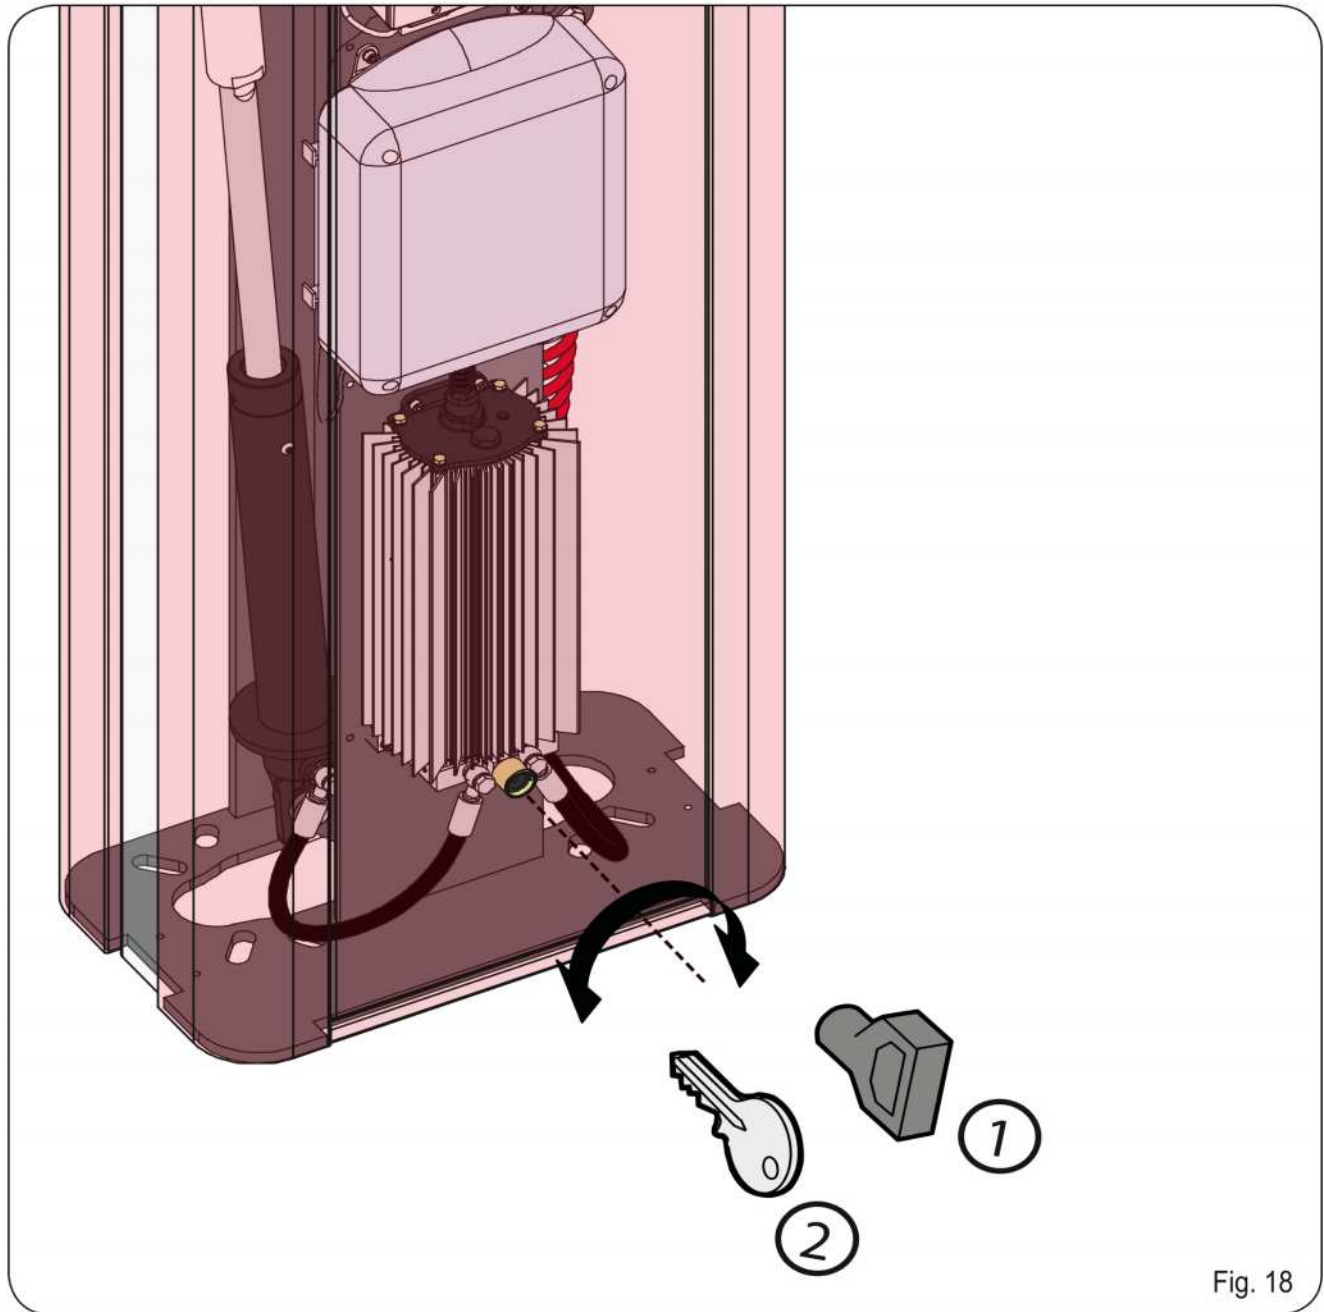

Fig. 18
La clé de déverrouillage fournie peut être triangulaire (Fig. 18, réf. ①) ou personnalisée (Fig. 18, réf. ② en option).
- Introduire la clé de déverrouillage dans la serrure et tourner la clé à fond en **sens inverse horaire** d'après la Fig. 18.
- tourner la clé **en sens horaire** jusqu'à l'arrêt et l'extraire (Fig. 18, réf. ①).
- tourner la clé **en sens horaire** jusqu'au point où l'extraction est possible. (Fig. 18, réf. ②).
Der mitgelieferte Entriegelungsschlüssel kann dreieckig (Abb. 18 Bez. ①) oder individuell gestaltet sein (Abb. 18 Bez. ② – optional).
- Den Entriegelungsschlüssel in das Schloss einstecken und **gegen den Uhrzeigersinn** bis zum Anschlag drehen (siehe Abb. 18).
- Den Schlüssel bis zum Anschlag **im Uhrzeigersinn** drehen und abziehen (Abb. 18 Bez. ①).
- Den Schlüssel bis zum Anschlag **im Uhrzeigersinn** so weit drehen, bis er abgezogen werden kann (Abb. 18 Bez. ②).
La llave de desbloqueo entregada en dotación puede ser triangular (Fig. 18, ref. ①) o personalizada (Fig. 18 ref. ② opcional).
- Inserte la llave de desbloqueo en la cerradura y gire la llave en sentido antihorario hasta el tope, como en la Fig. 18
- gire la llave en sentido horario hasta el tope y extraícala (fig. 18 ref. ①).
- gire la llave en sentido horario hasta el punto en el que se pueda extraerla. (Fig. 18, ref. ②).
Als de slagboom met de hand moet worden bediend omdat de stroom is uitgevallen of het automatisch systeem niet goed werkt, moet met behulp van de bijgeleverde sleutel de ontgrendeling worden gebruikt. De bijgeleverde ontgrendelingsleutel kan driehoekig (Fig.18 ref. ①) of gepersonaliseerd zijn (Fig.18 ref. ②, optioneel).
- Steek de ontgrendelingsleutel in het slot en draai hem tegen de wijzers **van de klok** in tot hij niet verder kan, zoals in Fig. 18
- draai de sleutel **met de wijzers van de klok mee** tot hij niet verder kan, en trek hem eruit (Fig. 18 ref. ①).
- draai de sleutel **met de wijzers van de klok mee** tot hij niet verder kan, en trek hem eruit (Fig. 18 ref. ②).